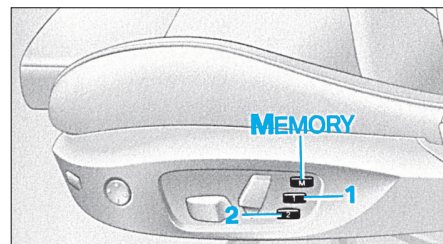

FIG. 6
- Appuyer sur la touche "M" (Fig.6). La LED dans la touche s'allume.